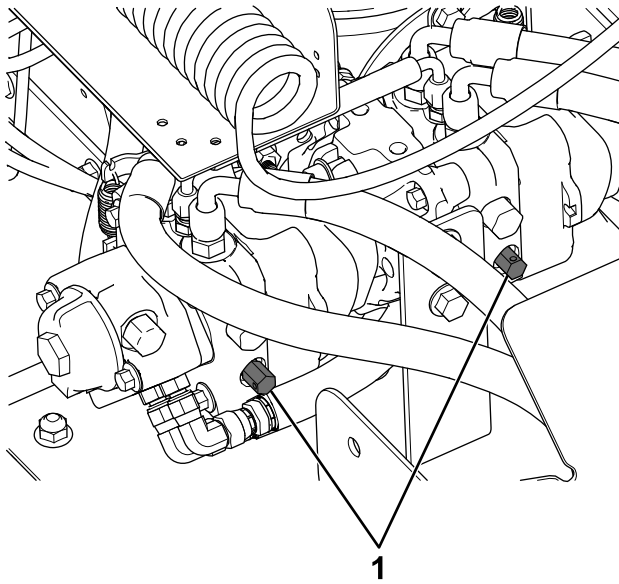

Figura 27
1. Abra las válvulas de desvío de la bomba hidráulica girándolas 1½ vueltas en sentido antihorario (**Figura 27**).